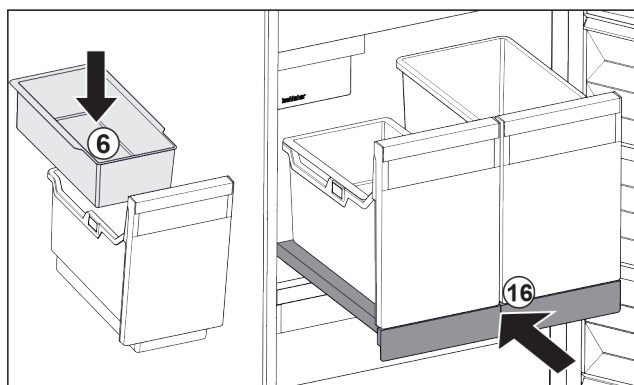

Fig. 101
- Sätt in det hängande facket Fig. 101 (6) för istärningar.
- Skjut in utdragshyllan med behållare (IceTower). Fig. 101 (16)